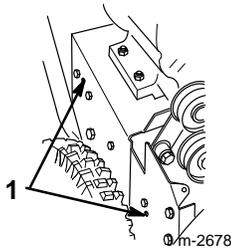

Abbildung 31
16. Die beiden Schrauben anbringen, mit denen der Spindelbremsarm befestigt wird. Darauf achten, daß die Ansätze in die Löcher in der linken Seite der Schneefräse kommen (Abb. 31).
13. Die beiden Schrauben anbringen, mit denen der Spindelbremsarm befestigt wird. Darauf achten, daß die Ansätze in die Löcher in der linken Seite der Schneefräse kommen (Abb. 31).